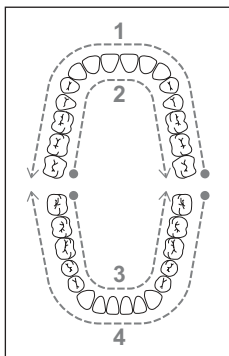

Fig. 10
- ◆ Pentru succesiunea procesului de curățare vă puteți orienta după următoarea figură (a se vedea fig. 10). Cifrele din figură constituie succesiunea zonelor care trebuie curățate: